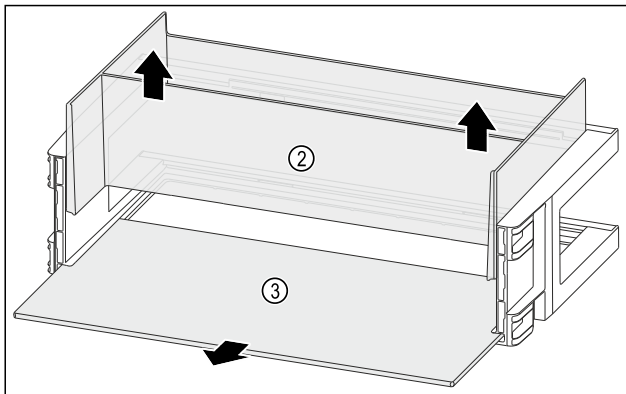

Fig. 114
- Düzenleyiciyi Fig. 114 (2) yukarıdan çıkarın.
- Raf alanını Fig. 114 (3) çıkarın.